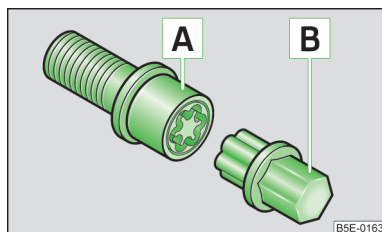

Fig. 182
- Introducir el adaptador **B** » fig. 182 con su lado dentado hasta el tope en el dentado interior del tornillo de rueda antirrobo **A**, de tal modo que ya sólo sobresalga el hexágono exterior.